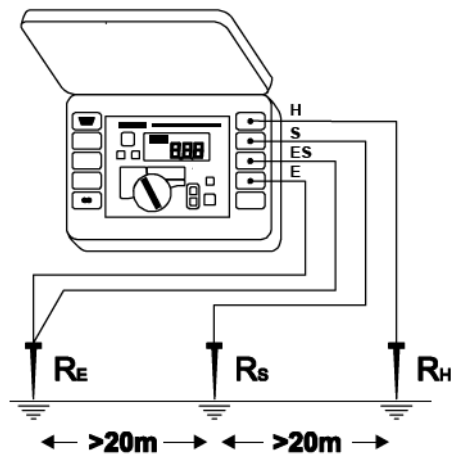

Рис.9. Четырехполюсная схема измерения сопротивления заземления
1. Соединить заземлитель с измерительными гнездами [3] и [4] измерителя, обозначенными как „E“ и „ES“ соответственно (Рис.9).